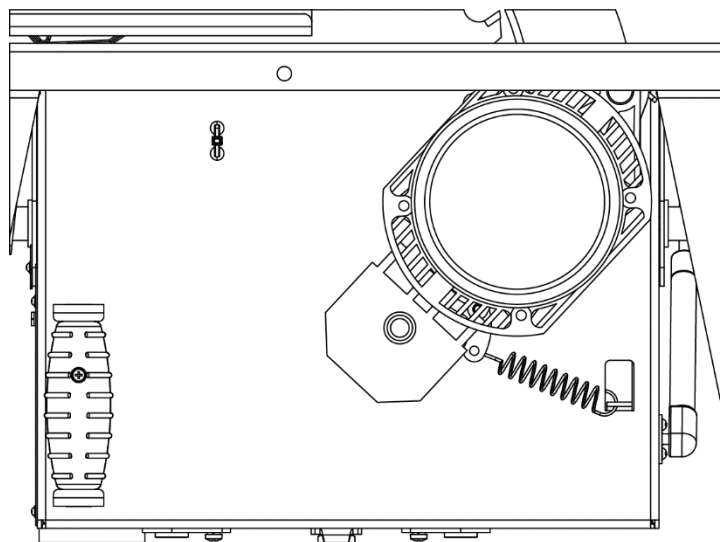

Рисунок 11. Пружина натяжения ремня
- снять кожух 5 (рис. 11);
- снять пружину натяжения ремня со стороны двигателя (рис. 11);